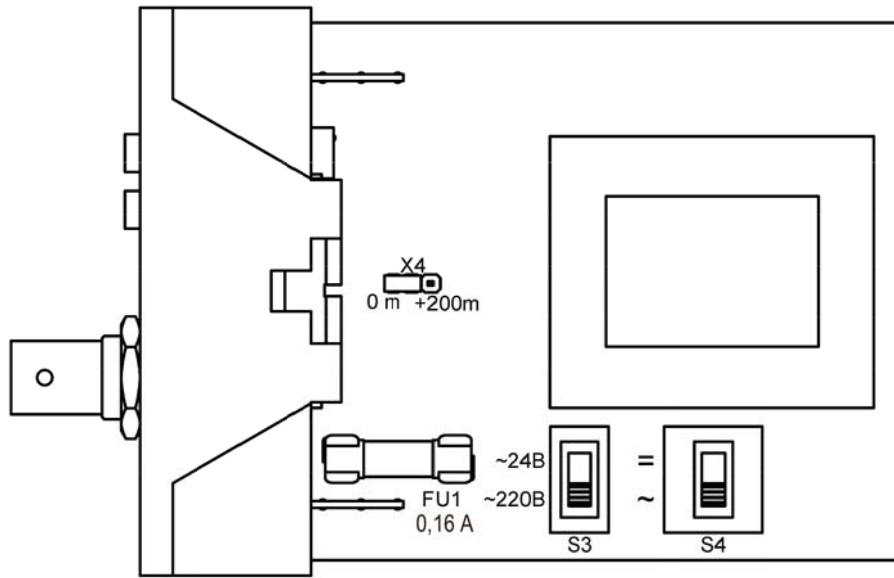
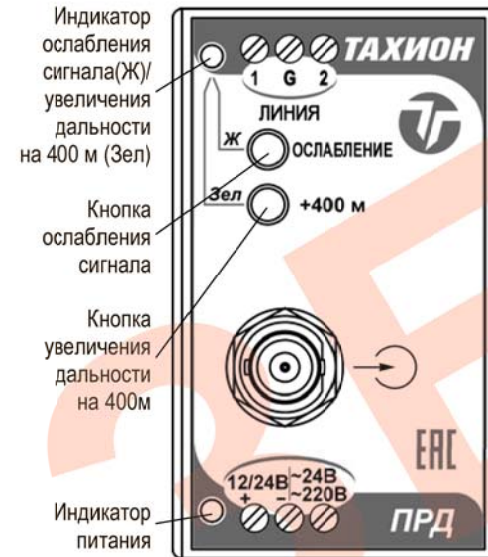
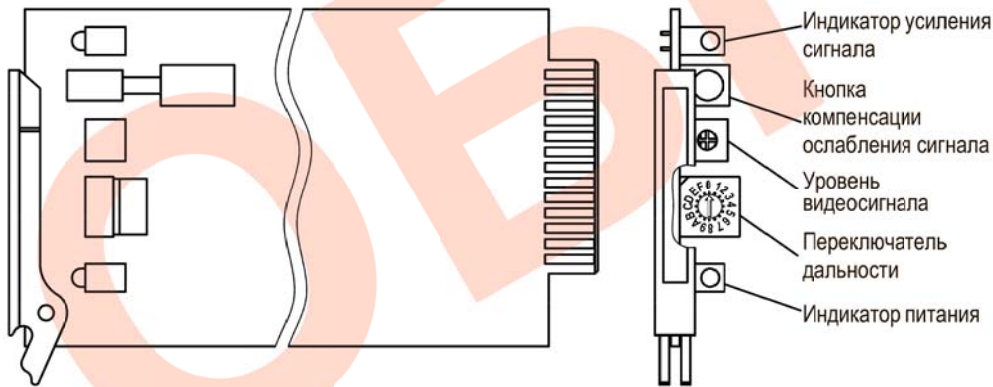

Рис.1 Плата передатчика
Рис.3 Передатчик
Рис.2 Плата приёмника
5. Переключателем дальности, расположенным на плате приёмника (рис.2), установить значение длины линии по таблице 1.
Переключатель имеет два диапазона: 100÷1600 м и 1700÷2000 м, для перехода на второй диапазон необходимо нажать на передатчике кнопку «+400 м» (рис.3). Смотри таблицу 1.
При длине линии свыше 2000 м, но не более 2200 м надо на плате передатчика переставить перемычку Х4 в положение «+200м» (рис.1) и нажать кнопку «+400 м» (рис.3), на плате приёмника переключатель дальности установить в положение F.
6.1. Регулировка уровня выходного сигнала (потенциометр «Уровень видеосигнала», рис.2) позволяет выровнять уровни видеосигналов от различных камер на видеовходах аппаратуры коммутации и регистрации. Для точной установки размаха полного видеосигнала от уровня синхронизирующих импульсов до уровня белого, равного 1В на нагрузке 75 Ом, необходимо использовать осциллограф.
6.2. Для устранения перекрёстных помех, возникающих при использовании одного кабеля для передачи удалённого (ослабленного) сигнала и сигнала от близко расположенного (100 м - 600 м) к приёмнику передатчика, рекомендуется использовать кнопки «ОСЛАБЛЕНИЕ» (рис.3) и кнопку компенсации ослабления сигнала (рис.2). При нажатии, на близко расположенном к приёмнику передатчике, кнопки «ОСЛАБЛЕНИЕ» сигнал ослабляется на 16 дБ, для восстановления сигнала до 0 дБ на соответствующем приёмнике необходимо нажать кнопку компенсации ослабления сигнала, при этом загорается жёлтый индикатор.
1. Установить требуемое напряжение питания передатчика переключателями S3 и S4, расположенными на печатной плате (рис.1). Для вскрытия передатчика, необходимо отверткой через боковые пазы отогнуть защелки корпуса и выдвинуть крышку с печатной платой.